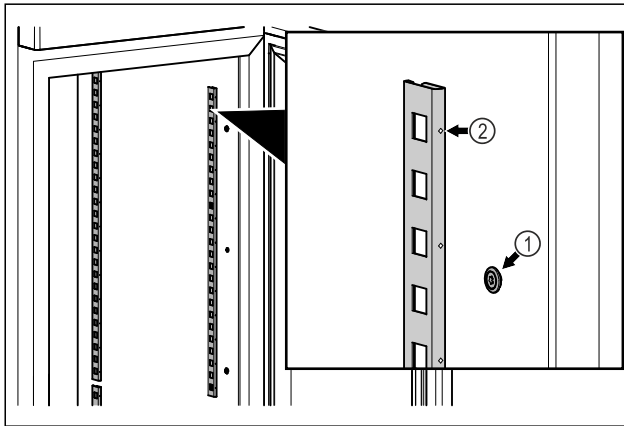

Fig. 85 Приблизне відображення
- ▶ Зачепити фіксувальну планку за підвіску Fig. 85 (1). Маркування Fig. 85 (2) повинно бути спрямоване вперед.